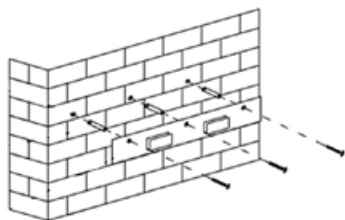

Рис. 8
Разместите на стене планку крепления вытяжки по горизонтали так, чтобы при навесе на нее вытяжки получилось необходимое расстояние до столешницы. Сделайте разметку отверстий крепления планки (рис. 8).
3. Прикрутите установочную планку в просверленные места (рис. 8).